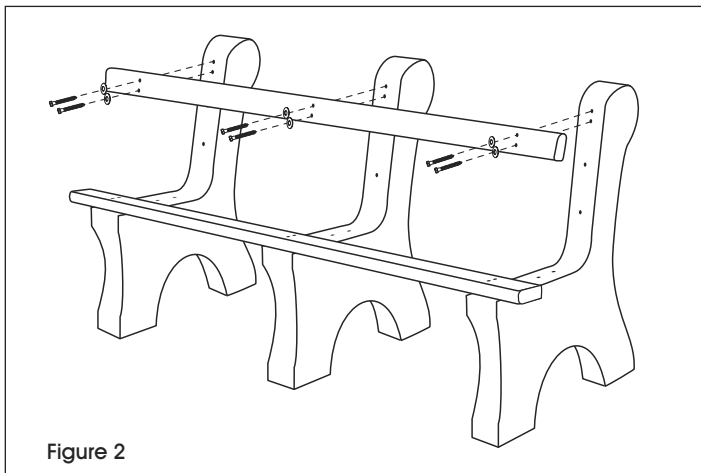

Figure 2
4. Alignez l'autre planchette à bords arrondis sur les deux trous prépercés du haut de la portion dossier des bases de banc. Fixez-la aux bases de banc à l'aide de tire-fonds de 3 1/2 po, des rondelles, de la perceuse et de la douille tournevis de 7/16 po (le vissage s'effectuera à l'étape 7). (Voir Figure 2)